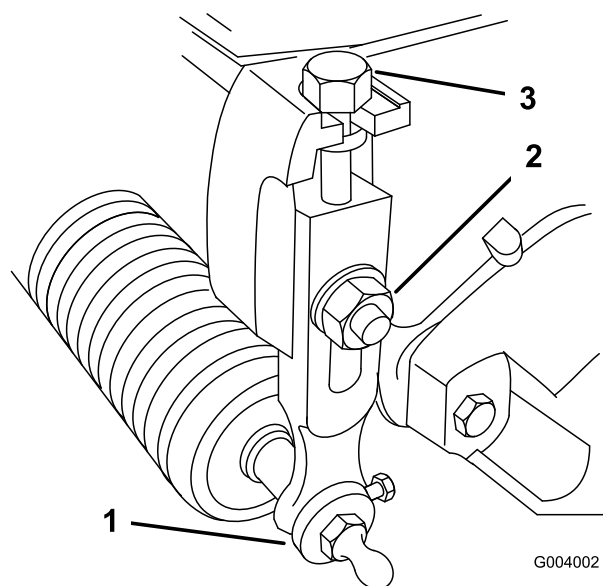

Bild 56
1. Lösen Sie die Sicherungsmuttern, mit denen die Schnitthöhenarme an den Seitenplatten des Mähwerks befestigt sind (Bild 56).